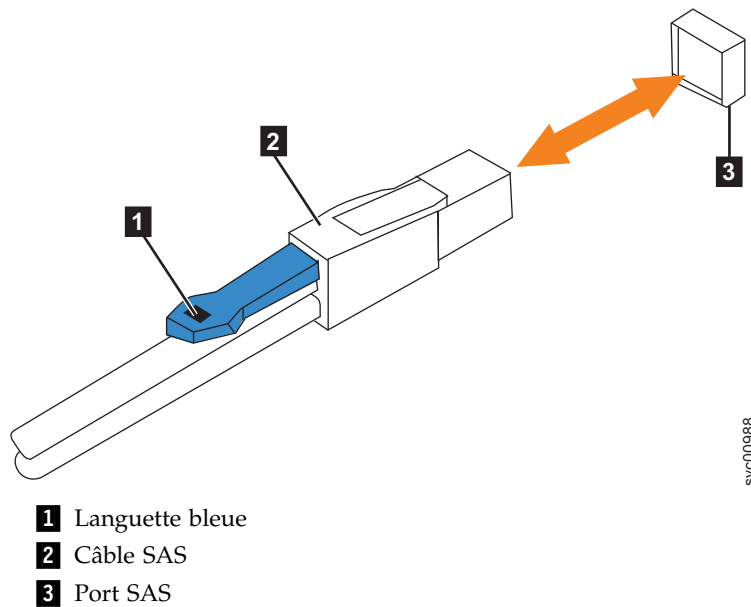

Figure 98. Orientation correcte des connecteurs des câbles SAS
5. Assurez-vous que le connecteur SAS est orienté correctement, comme indiqué dans la figure 98. La languette bleue doit être tournée vers le haut de la cartouche du boîtier.